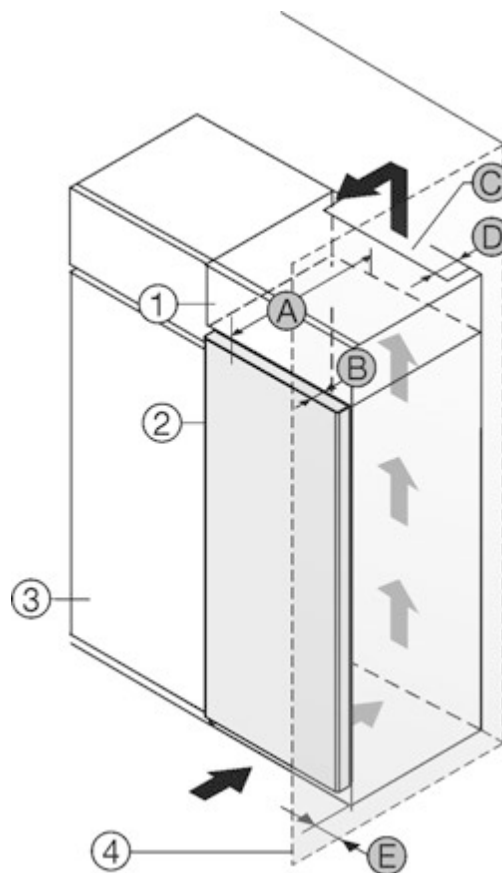

Fig. 1
Ви можете встановити пристрій безпосередньо поряд із кухонною шафою Fig. 1 (3)*.
Зі зворотного боку шафи для встановлення на пристрої слід передбачити вентиляційну шафу завглибки Fig. 1 (D) на всю ширину цієї шафи.*
Слід дотримуватися вентиляційного отвору Fig. 1 (C) в стелі приміщення.*
Якщо пристрій із шарнірами встановлюється поряд зі стіною Fig. 1 (4), відстань між пристроєм і стіною повинна бути не менше 13 мм.*
Якщо пристрій із шарнірами встановлюється поряд зі стіною Fig. 1 (4), відстань між пристроєм і стіною повинна бути не менше 20 мм.*
Щоб мати можливість повністю відкривати дверцята, потрібно, щоб пристрій виступав на відстань глибини дверцят Fig. 1 (B) відносно передньої панелі кухонної шафи. Залежно від глибини кухонних шаф Fig. 1 (3) та використання пристінних розпірок пристрій може ще більше виступати вперед.*